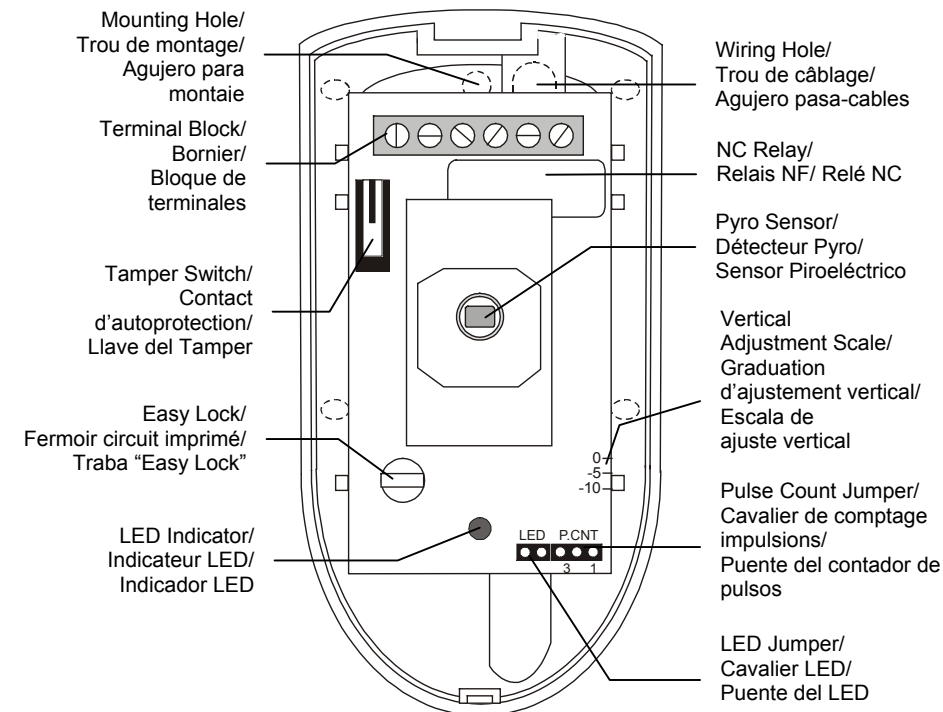

Figure 2: PCB / Figure 2: Circuit Imprimé / Figura 2: PCB
- Thread the wires through the wiring holes (from the outside of the unit) using the appropriate wiring hole knock outs shown in Figure 2.
4. **Faire passer les fils** par les trous de câblage (hors de l'unit) en utilisant les outils passe fils appropriés (voir figure 2).